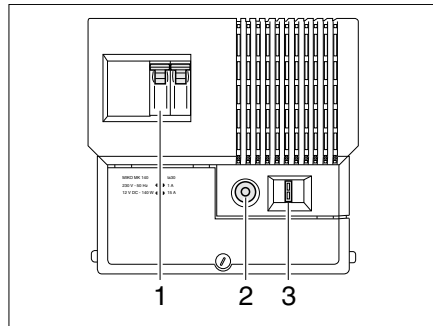

Bild 88 Netzgerät
In das Netzgerät sind der 230-V-Sicherungsautomat (Bild 88,1), der Überlastungsschutz (Bild 88,2) und die Hauptsicherung (Bild 88,3) integriert.
- Den Schaltknopf des Überlastungsschutzes (Bild 88,2) drücken (Stellung "EIN").